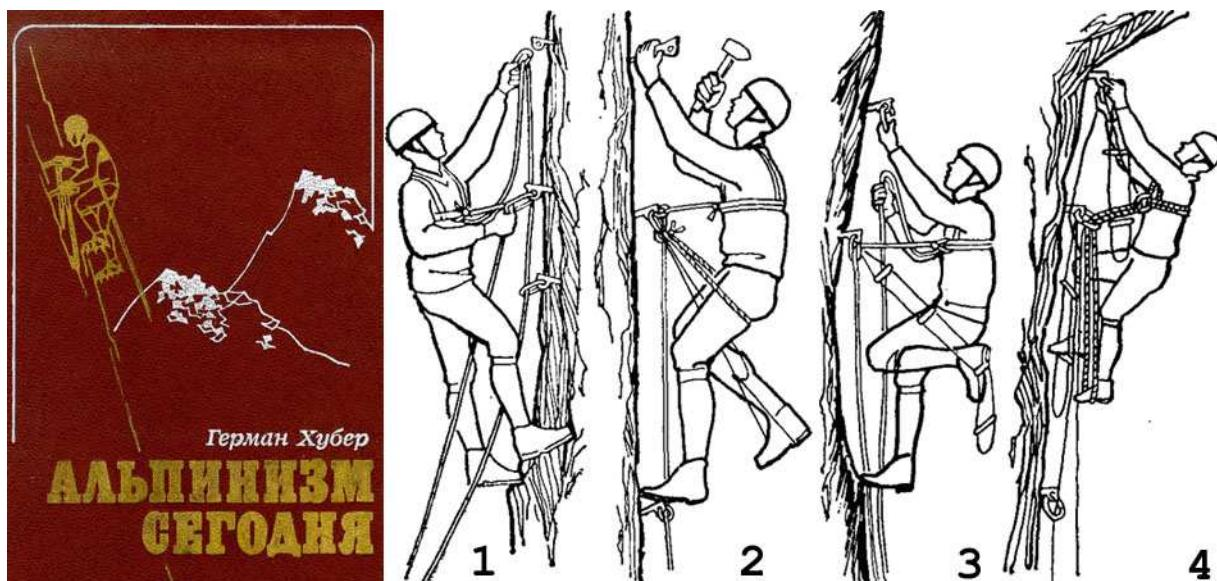

Рис.71. Работа на лесенках по Герману Хуберу (Hermann Huber, "Bergsteigen Heute, Der Leitfaden fur die Praxis", Bruckmann, Munchen, 1975)
Вот несколько советов Германа Хубера по поводу работы на лесенках (**Рис.71**):
5) Дать команду страховщику натянуть страховочную веревку, затем встать одной ногой на длинное стремя, сохранив равновесие и держась одной рукой за ее узел (**Рис.71- fig.2**). Мини-шест теперь разгружен, и его можно снять с предыдущего крюка и пристегнуть серединой к верхнему отверстию ушка нового крюка для дальнейшей работы.